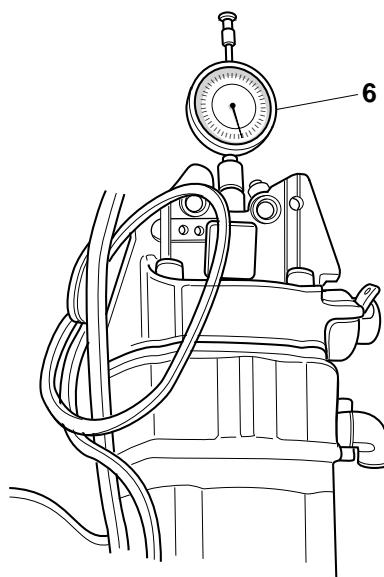

Fig. 55
4. Portare il pistone al P.M.S. verificandone la corretta posizione con un comparatore "6" (Fig.55) opportunamente sistemato.
- 4.** Taking piston to the P. M. S. and verifying the correct position with a comparator "6" (Fig. 55) opportunely settled.
- 4.** Den Kolben in den oberen Totpunkt bringen und die Position durch Komparator "6" prüfen: siehe Abb.55.
- 4.** Porter le piston au point mort hauté par comparateur "6" (Fig.55) contrôler si la position est correcte.